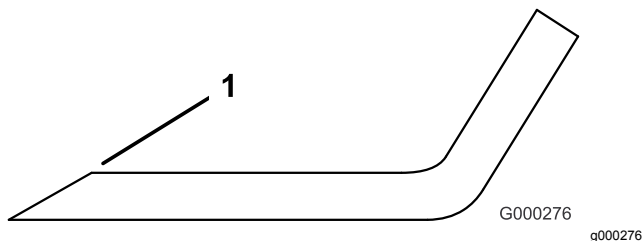

Figure 80
1. Au moyen d'une lime, affûtez les tranchants aux deux extrémités de la lame (Figure 80). Veillez à conserver l'angle de coupe d'origine. Limez la même quantité de métal sur chacun des deux tranchants pour ne pas déséquilibrer la lame.